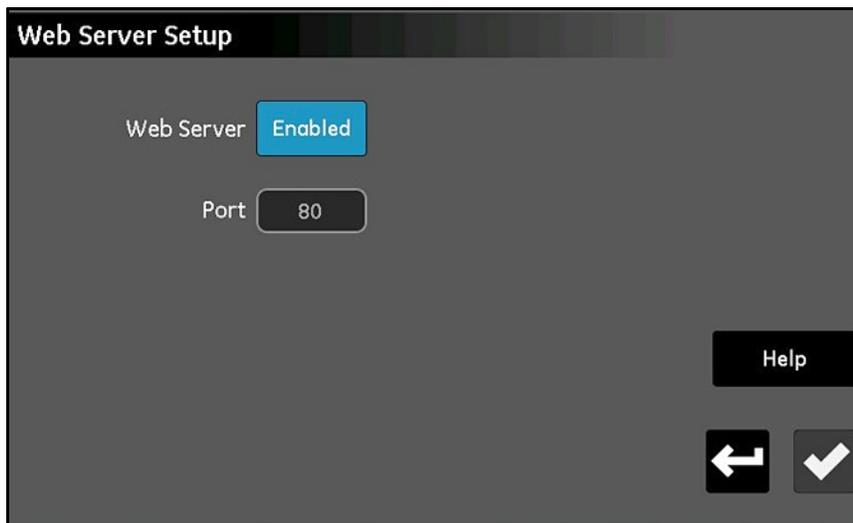

Abbildung 73: Bildschirm „Konfiguration des Webservers“
1. Tippen Sie im Bildschirm *Konfigurationsmenü* (siehe *Abbildung 52 auf Seite 57*) auf die Schaltfläche **Webserver**, um den Bildschirm *Konfiguration des Webservers* zu öffnen, der in etwa wie in *Abbildung 73* unten dargestellt aussieht.